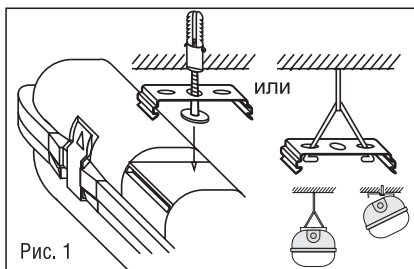

Рис. 1
- Для установки светильника накладным способом монтажа : наметить и просверлить отверстия для установочных кронштейнов на поверхности стены или потолка по месту установки (Рис. 1). Расстояние между центрами отверстий указано в таблице. Установить на поверхность стены или потолка установочные скобы и защелкнуть в них корпус светильника.